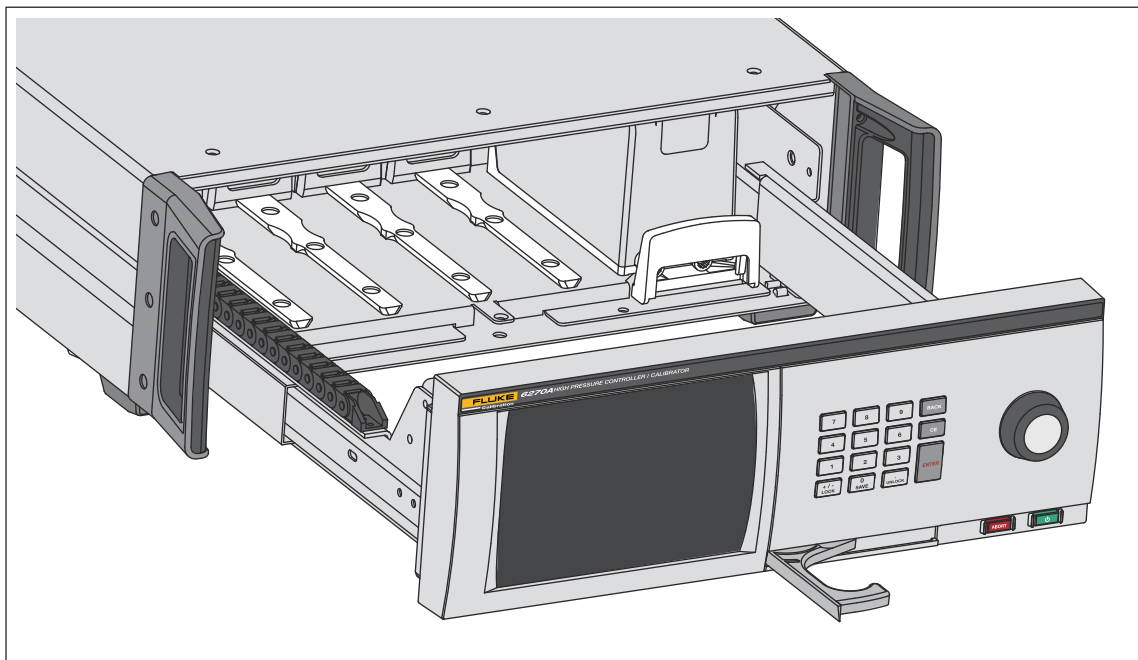

Рисунок 4. Установка модуля РСМ
5. Место модуля РСМ является крайне правым. Выровняйте дорожку на нижней части модуля РСМ относительно разъема РСМ внутри ниши модуля. См. Рисунок 4.